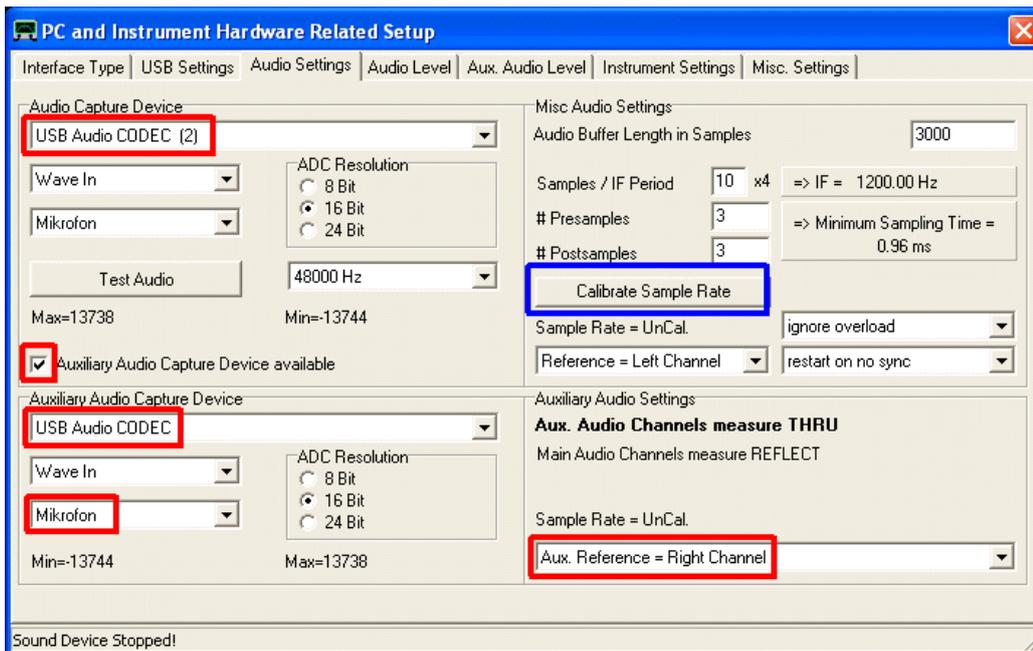

Fig 1. Configurazione del dispositivo Ausiliario di Cattura Audio.
3.1.3 Premere il pulsante "calibrate Sample Rate" come mostrato in fig 1. Se la calibrazione del Sample Rate fallisce (*First Pulse not Detected*) allora invertite i due dispositivi Codec Audio USB e riprovate di nuovo (i.e, l'Audio Capture diventa "USB Audio Codec" e l'Aux. Audio Capture diventa "USB Audio Codec 2").
3.1.5 Ora collegate un cavetto tra le due porte TX e RX e controllate l'onda sinusoidale Riflessa in fig 1, ora diventa una linea blu piatta.
Se non si ottiene il display di cui sopra, bisogna controllare le impostazioni USB-Audio come in fig 1. ed eseguire il punto nuovamente la procedura descritta al punto **3.1.3**.